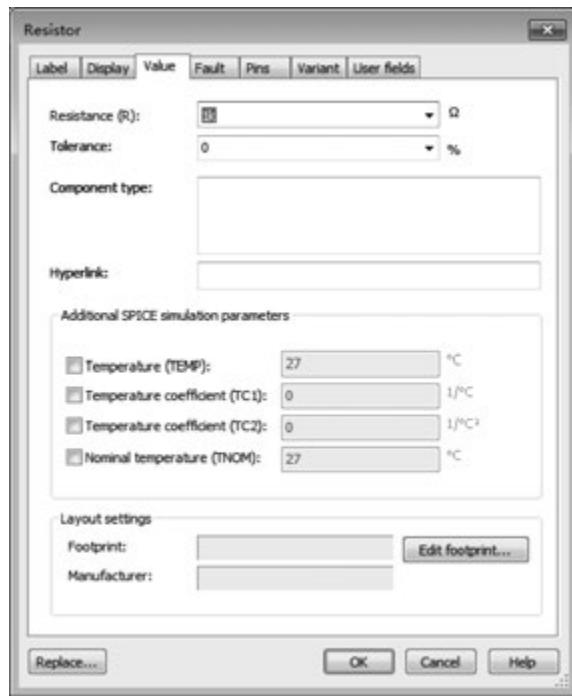

图 1.1.5 元器件参数设置对话框
(3) 元器件参数设置: 单击选中元器件, 可以执行菜单命令 Edit-> Properties, 也可按快捷键 Ctrl+M, 或直接双击电路工作区的元器件, 弹出如图 1.1.5 所示对话框, 对元器件的参数进行设置。